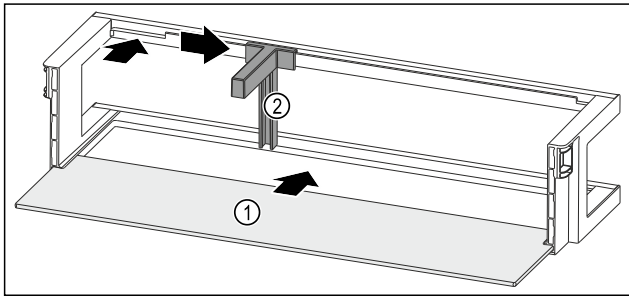

Fig. 120 Türabsteller mit Abstellfläche
- ▶ Abstellfläche Fig. 120 (1) in die seitlichen Aussparungen einschieben.
- ▶ Flaschenhalter Fig. 120 (2) in die Aussparung einsetzen.
- ▶ Flaschenhalter Fig. 120 (2) in gewünschte Position zur Seite schieben.